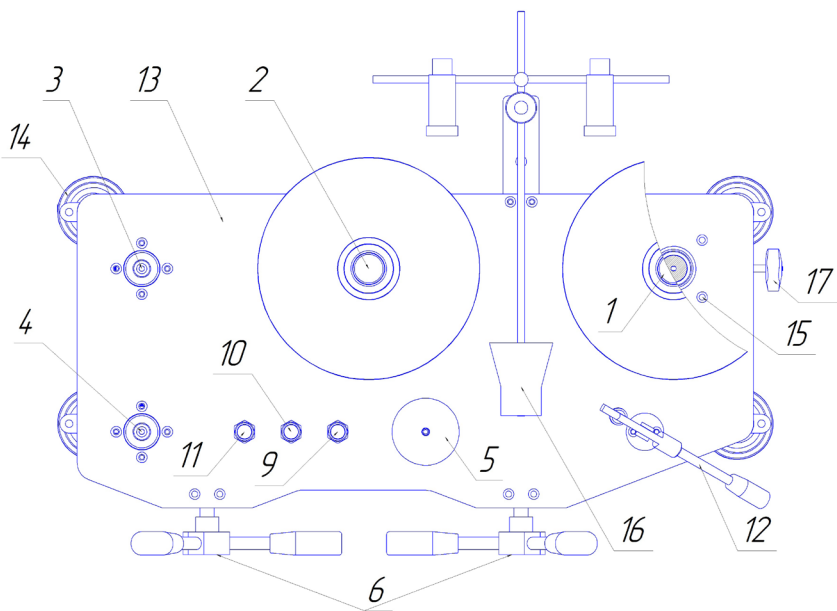
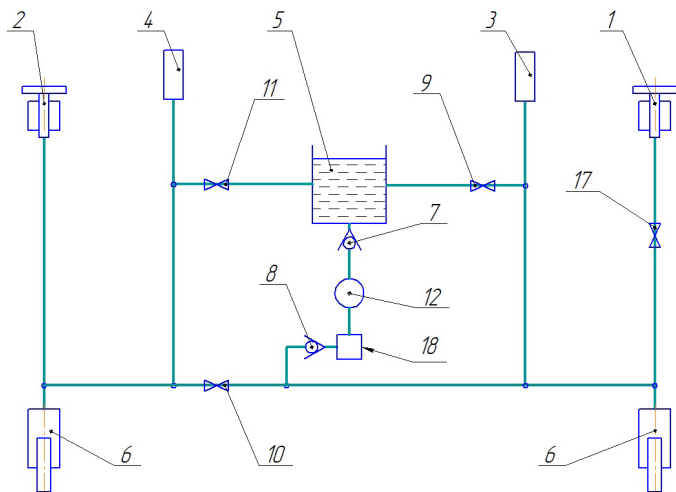

Рис. 1. Манометр грузопоршневой дифференциальный
Рис.2.
4.2 Манометр грузопоршневой дифференциальный функционально состоит из четырех частей: устройства для создания давления, двух поршневых систем, двух комплектов грузов и статоскопа. Основание 13 (Рис. 1) манометра грузопоршневого дифференциального выполнено в виде стальной плиты снабжённой четырьмя регулирующими опорами 14. Прессы 6 представляют собой объёмные регуляторы для точного задания и подстройки давления. Ручной насос выполнен в виде отдельного узла 12, и состоит из рычажного прессы, соединенного с клапанами 7,8 (Рис. 2). Для повышения надежности работы, а также для предотвращения повреждения устройства, в гидравлическую схему включен фильтр тонкой очистки 18. На основании 13 (Рис. 1) расположен стакан 5 для рабочей жидкости. ИПС 1 устанавливается на правую стойку (стойка для ИПС), БПС 2 на левую стойку, поверяемый (калибруемый) СИ устанавливается непосредственно на стойки 3 и 4 при помощи присоединительных гаек. Для
4.5 Манометр грузопоршневой дифференциальный работает следующим образом. С помощью ручного насоса 12 (Рис. 1) рабочая жидкость перекачивается из стакана 5 в основной блок, прессы 6, в стойки ИПС 1, БПС 2, 3 и 4, с установленным средством измерения. Ручной насос 12 необходим для предварительного сжатия воздуха, находящегося в присоединенном СИ с целью уменьшения его объема, и для прокачивания системы. Величина создания давления ручным насосом зависит от установленного СИ и не должна превышать 3 МПа. Далее, с помощью вращения одного из штурвалов прессы 6 по часовой стрелке, плавно создается необходимое давление до всплытия одной из поршневых систем (ИПС или БПС). Далее уравниваются ИПС и БПС при помощи разновесов. После уравнивания поршневых систем связь между ними прерывают, закрытием отсечного вентиля 10 (Рис. 1 и 2) и на ИПС 1 накладывают нагрузку, соответствующую воспроизводимой (измеряемой) разности давления. С помощью прессов 6 поршневые системы вновь уравнивают. На поверяемые СИ, подключенного к стойкам 3 и 4, подалось давление, равное разности давлений, созданных двумя поршневыми системами ИПС и БПС. Равновесное положение поршневых систем определяется с помощью статоскопа. Для уменьшения давления необходимо вращать штурвал прессы 6 в обратную сторону. Для сброса оставшегося давления, предусмотрены запорные вентили 9 и 11 сброса давления.
6.12 Перекройте вентили сброса давления 11 и 9 (Рис. 1). Вентиль 10 оставьте открытым.
6.18 Положите уровень на грузоприемное устройство ИПС и отрегулируйте ее вертикальное положение регулировочными винтами 15 (Рис. 1).
7.4 Установите прессы 6 (Рис. 1) в среднее положение.